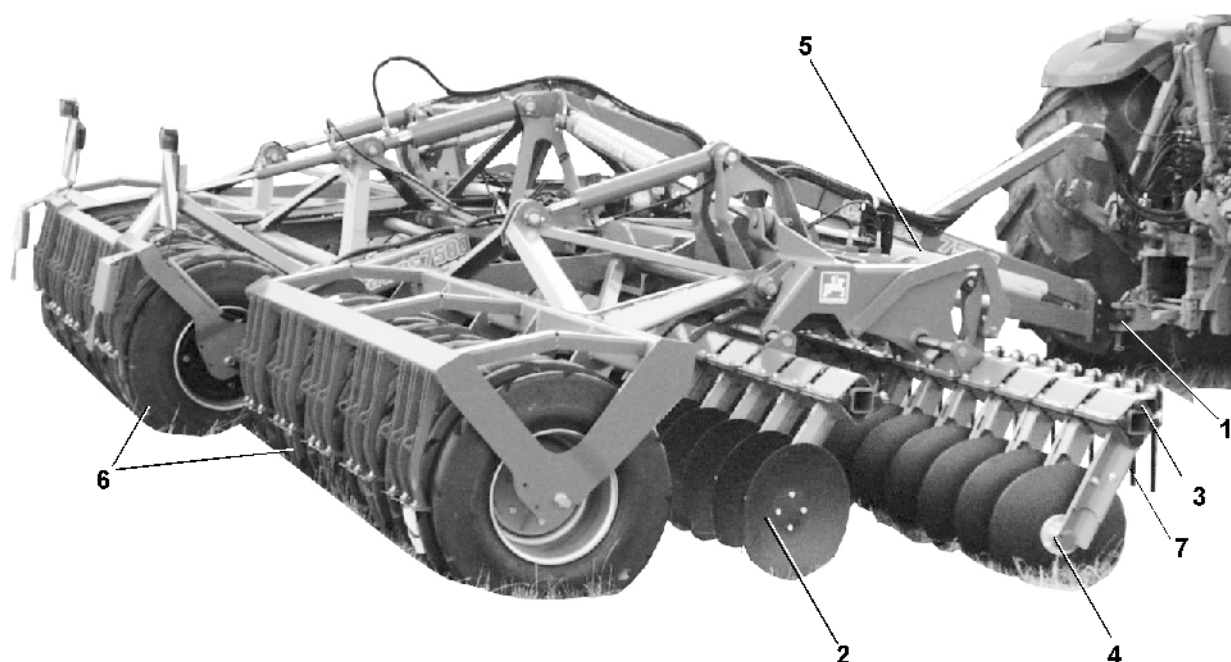

Fig. 11
Catros blir koblet til traktorens trekkdrag (Fig. 11/1).
Skålene (Fig. 11/2) som arbeider uten tiltetninger, er montert forskjøvet i en vinkel i forhold til kjøreretningen på 17° foran og 14° bak.
Skålene (Fig. 11/4) er opplagret med toradet vinkelkontaktkulelager med tetningsringer og oljefylling og er dermed vedlikeholdsfrie.
- er begge skåltrekkenes forskyvning som blir stilt inn med forskyvningsenheten (Fig. 11/5) så den passer til arbeidsdybde og hastighet. Innstillingen skjer med **AMAZONE**-eksenterbolten.